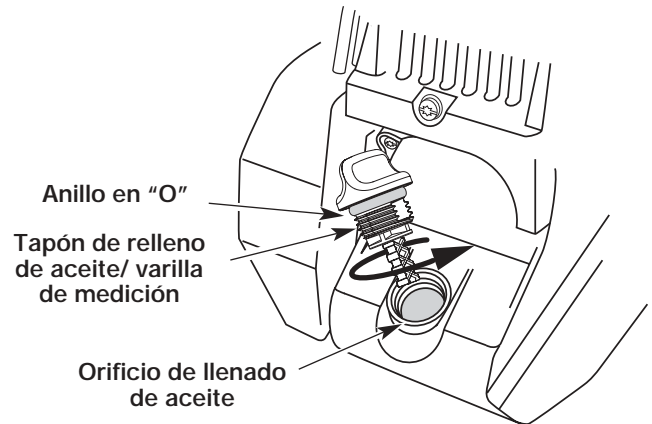

Figure 8
3. Saque el tapón de aceite/ varilla de medición del cigüeñal (Fig. 8).